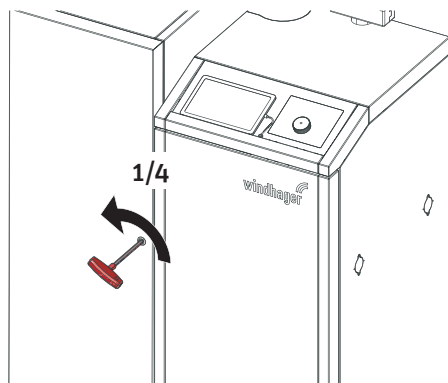

Fig. 9 Inserire la chiave a brugola, 1/4 di giro verso sinistra
- ▶ Inserire la chiave a brugola, ruotare di un quarto di giro verso sinistra – Fig. 9.